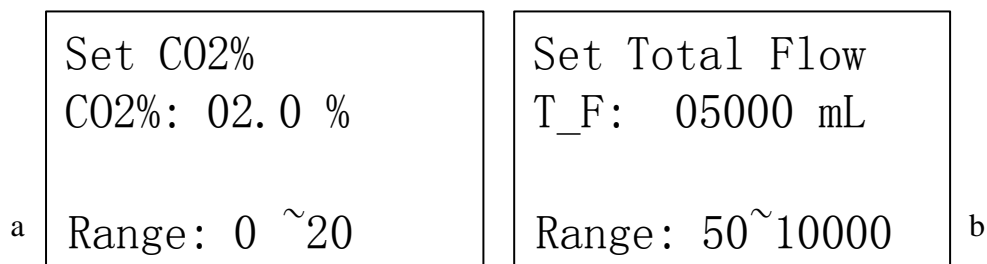

图 6 CO₂%及总流量设定界面
(1) 按键 A+ 按键 B 进入 CO₂ 比例设定界面（Set CO₂%），按下旋转按钮进入编辑模式，被选中数位反色显示，按下旋转按钮移动选中的数位，顺时针旋转数字增加最大为 9，逆时针旋转数字减小最小为 0。设定为所需数字后按下按键 B，保存并进入总流量设定界面。若不修改或不保存修改直接按下按键 A，跳过此项，进入总流量设定界面，见图 6-a。
(2) 总流量设定界面（Set Total Flow）中修改总通气量（空气流量 + 二氧化碳流量），编辑方法同（1），见图 6-b